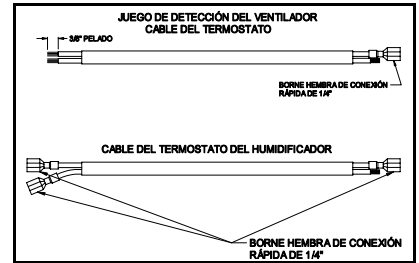

Figura 6
9. Pele aproximadamente 3/8" de aislamiento de cada uno de los cuatro conductores en el nuevo cable del termostato. Sujete uno a los bornes hembra de 1/4" de un conductor. Sujete el otro borne hembra de 1/4" a uno de los extremos desnudos del cable original del termostato suministrado con el TM-90R/TM-2000. (Ver Figura 6)